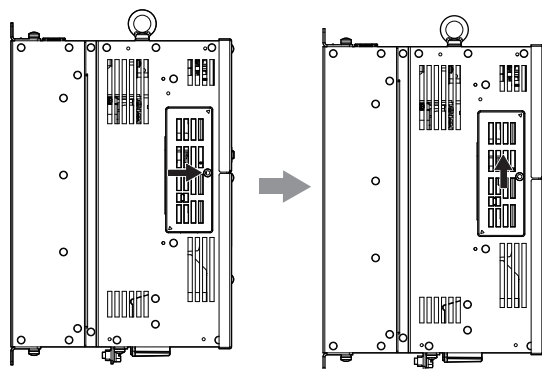

Figura 4.35 Deslizando a Tampa do Conector CN19
2. Deslize a tampa do conector CN19 do inversor como mostrado na Figura 4.35.